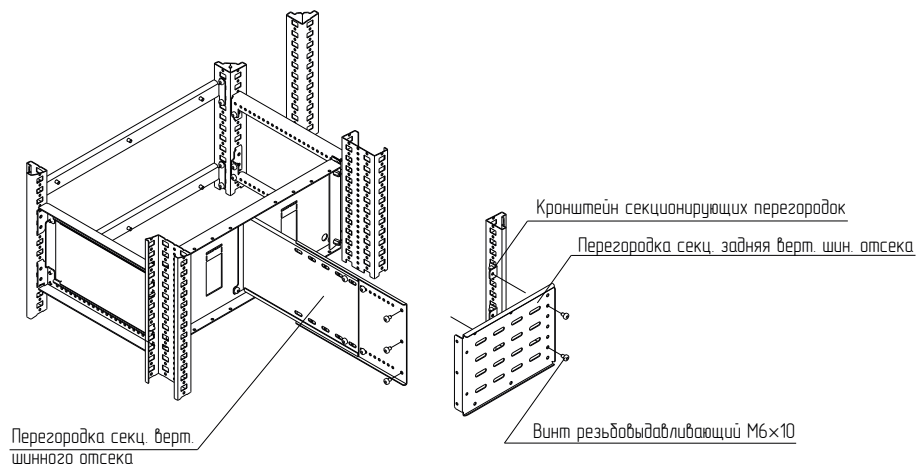

Рисунок 146
4.48.3 Установить перегородку секционирования вертикальную для вертикального шинного отсека на плате монтажной комплекта горизонтальной установки и закрепить винтами М6×10 (рисунок 146). Момент затяжки – 7 Н·м.
4.48.4 Закрепить кронштейны секционирующих перегородок на стойках каркаса (рисунок 146). Для крепления использовать винты М6×10. Момент затяжки – 7 Н·м.
4.48.5 Установить перегородку секционирования заднюю для вертикального шинного отсека на кронштейны секционирующих перегородок с одной стороны и закрепить винтами М6×10 (рисунок 146). Момент затяжки – 7 Н·м.
4.48.7 Соединить перегородку секционирования вертикальную для вертикального шинного отсека с перегородкой секционирования задней для вертикального шинного отсека винтами М6×10 (рисунок 146, 147). Момент затяжки – 7 Н·м.